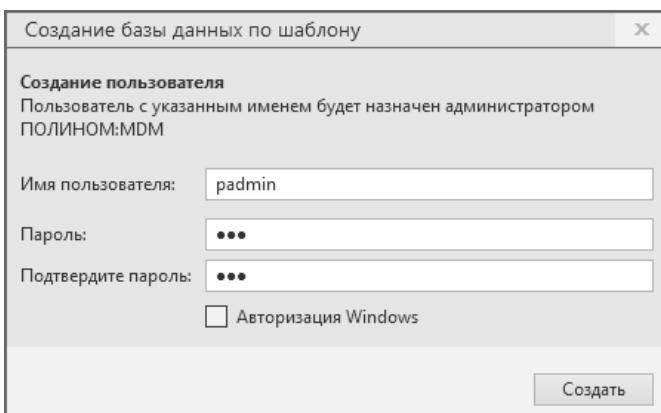

Рис. 3.28
7. Нажмите кнопку **Создать**. После создания базы данных откроется окно для регистрации пользователя и назначения ему прав администратора ПОЛИНОМ:MDM (рис. 3.28).